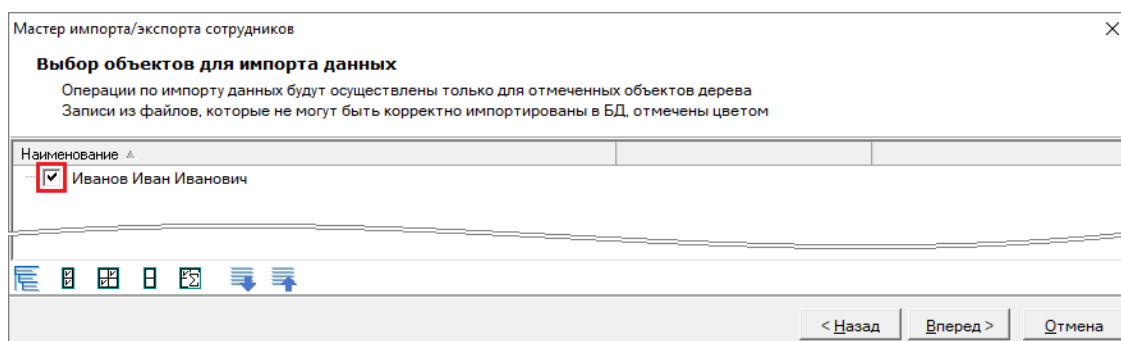

Рисунок 14-58 Выбор персонала для импорта
- 10) В шаге «Выбор объектов для импорта данных» (см. п. 14.4.3) выбрать персонал для импорта (установкой флагов напротив тех сотрудников, которых необходимо импортировать в БД), в текущем примере это один «Иванов Иван Иванович» (см. Рисунок 14-58);